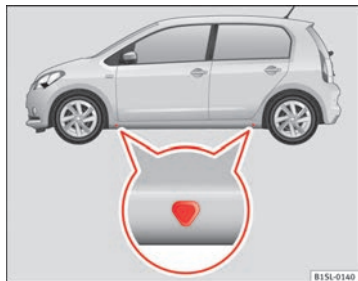

Fig. 145 Points de prise du cric.
Positionnez le cric uniquement aux points de prise indiqués (marques sur la carrosserie) → fig. 145. Utilisez à chaque fois le point de prise correspondant à la roue à changer → .
5. Cherchez le point de prise du cric ⇒ **fig. 145** le plus proche de la roue à changer.